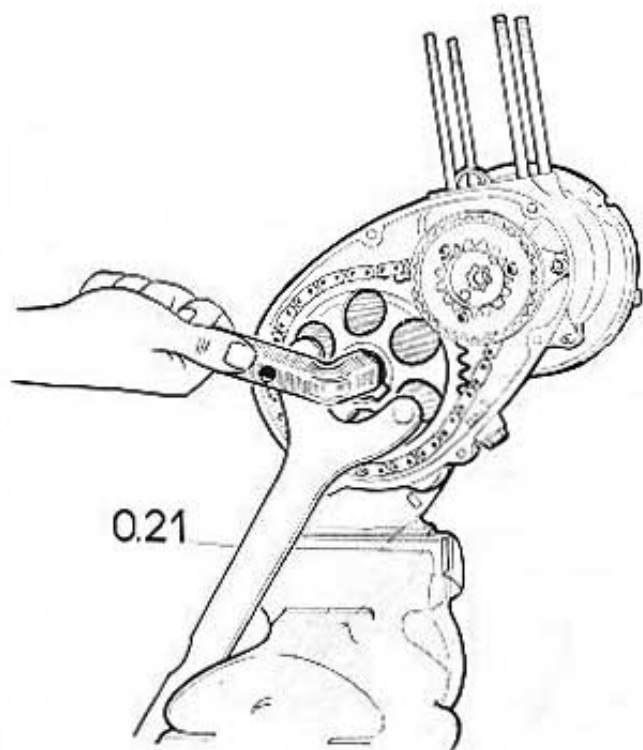

Fig. 33
- Sur le pignon récepteur, mettre le frein d'écrou et l'écrou. Immobiliser le pignon à l'aide de la griffe 0.21, bloquer l'écrou (clé tube de 21). Rabattre le frein d'écrou (fig. 33).